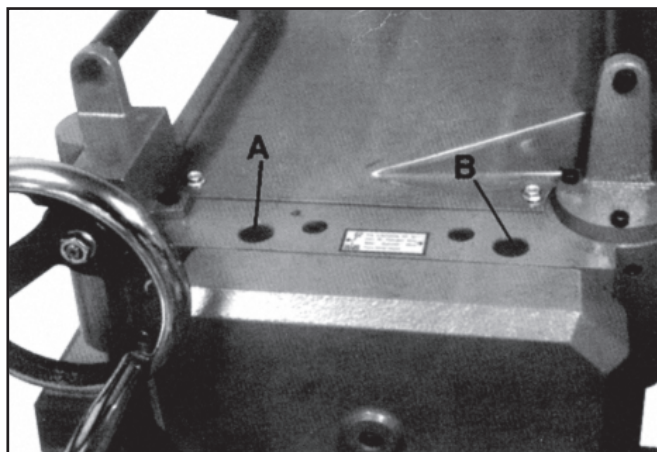

Figura 17
1. Para ajustar la tensión del resorte del rodillo de alimentación, gire el tornillo (A, Figura 17) en el sentido de las manecillas del reloj para aumentar la tensión y en sentido contrario a las manecillas del reloj para disminuir la tensión. Ajuste a la misma tensión en ambos extremos del rodillo.
2. Para ajustar la tensión del resorte del rodillo de expulsión, gire el tornillo (B, Figura 17) en el sentido de las manecillas del reloj para aumentar la tensión y en sentido contrario a las manecillas del reloj para disminuir la tensión. Ajuste a la misma tensión en ambos extremos del rodillo.